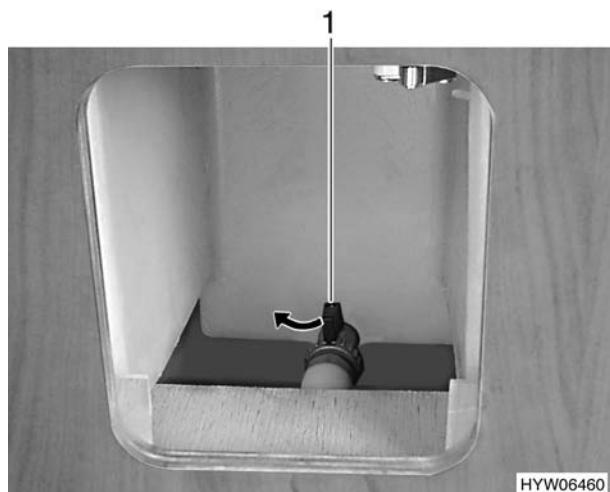

Fig. 183 Serbatoio dell'acqua, rubinetto di scarico acqua, aperto (variante 2)
Variante 2 (Fig. 183):
- Girare il rubinetto di scarico acqua (Fig. 183,1) per chiudere nella direzione indicata dalla freccia.
- Aprire il rubinetto di scarico acqua (Fig. 183,1).